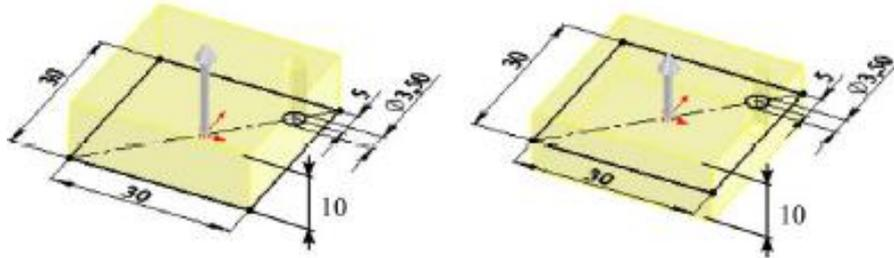

Рисунок 4.3 – Приклади граничних умов операції **Витягування**
1. **Blind** (На задану відстань) – визначає межу витягнутого елемента шляхом явного вказівки глибини витягування (значення можна задавати в чисельному вигляді або перетягуванням мишкою стрелкінаправлення витягування на попередньому вигляді (рис. 4.3).
8. **Mid Plane** (Від середньої поверхні) – елемент створюється шляхом витягування ескізу на рівну глибину в обох напрямках від площини побудови ескізу (див. рис. 4.3).